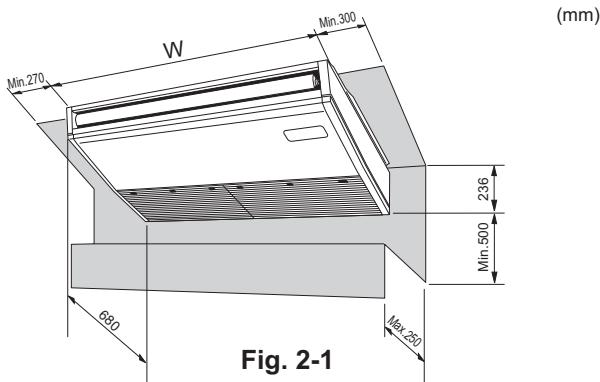

Fig. 2-1
2.1. Yttrre dimensioner (Inomhusenhet) (Fig. 2-1)